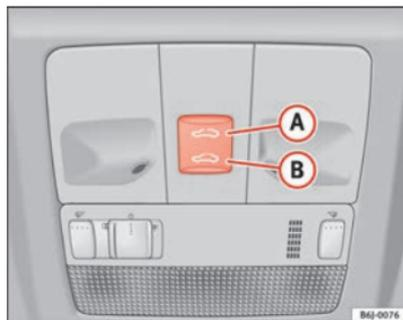

Fig. 51 Techo panorámico / deflector ▶
- Pulse y mantenga pulsado el botón **(B)** ⇒ fig. 51 ⇒ , el techo realiza el movimiento de cerrado hasta que se suelta el botón.